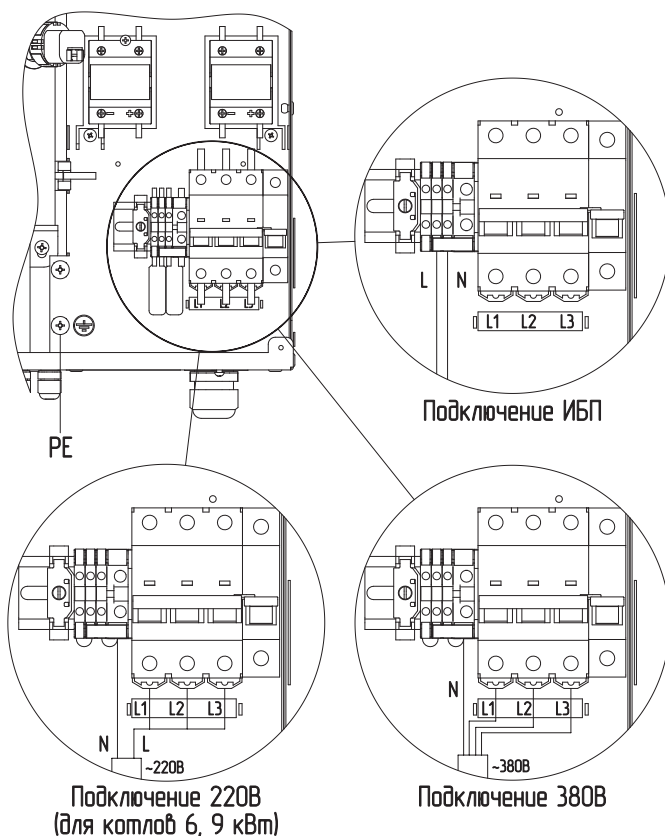
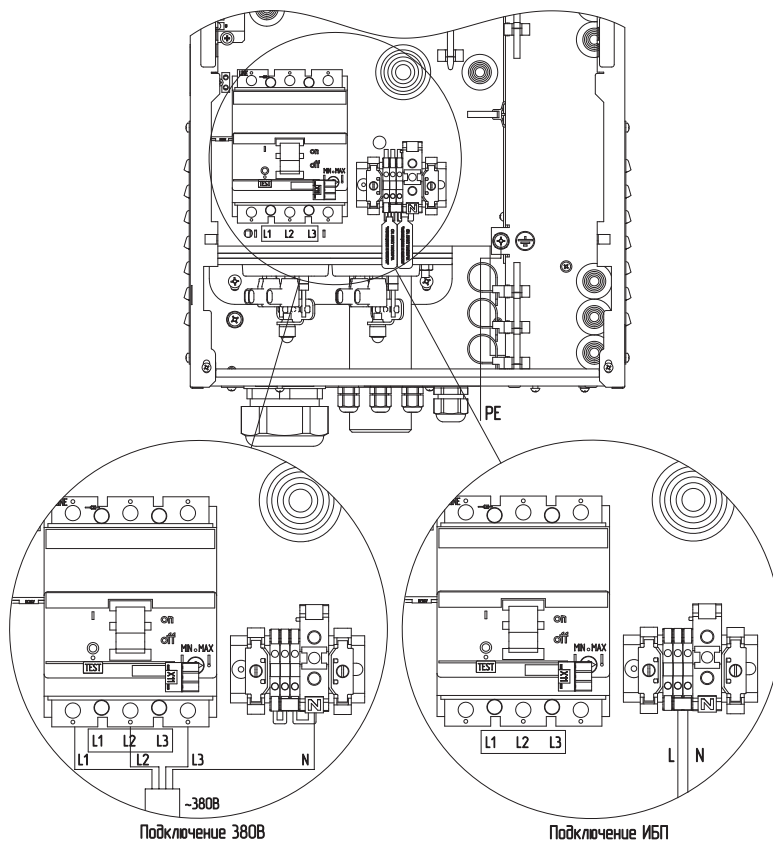
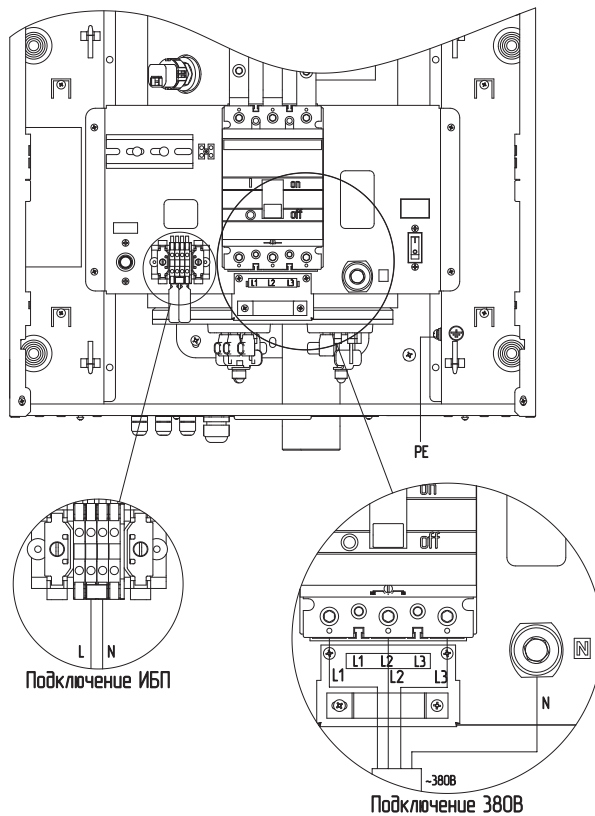
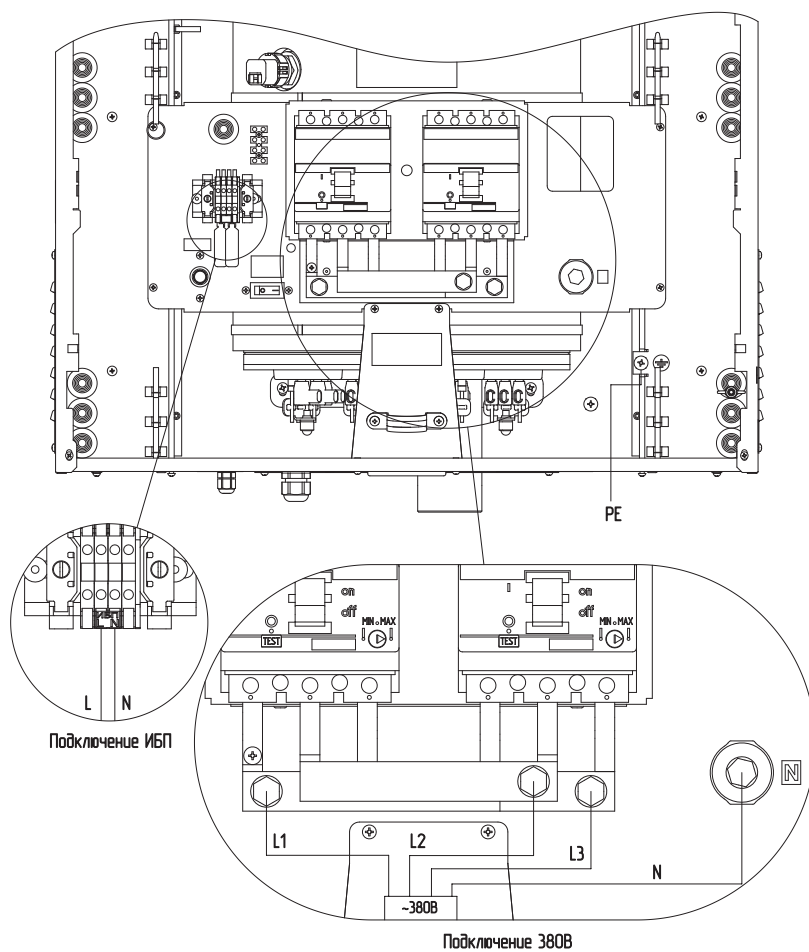

Рис. 7 Схема подключения электрического котла ZOTA SOLID-X 6-24 кВт
Рис. 8 Схема подключения электрического котла ZOTA SOLID-X 30-60 кВт
Рис. 9 Схема подключения электрического котла ZOTA SOLID-X 72-100 кВт
Рис. 10 Схема подключения электрического котла ZOTA SOLID-X 133 кВт
- Извлечь перемычки (Рис. 7, Рис. 8, Рис. 9, Рис. 10, поз. 1);
- Подключить провода фазы «L» к колодке (Рис. 7, Рис. 8, Рис. 9, Рис. 10, поз. 2);
- Подключить провода нейтрали «N» к колодке (Рис. 7, Рис. 8, Рис. 9, Рис. 10, поз. 3).